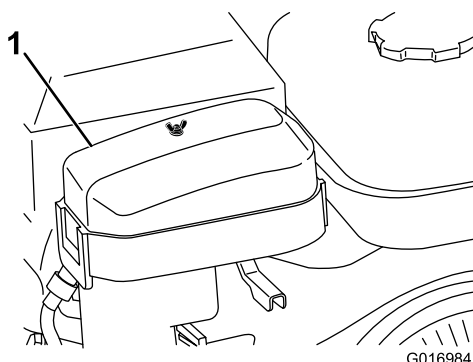

図 28
2. エアクリーナカバーの蝶ナットを取り、カバーを外す（図 28）。